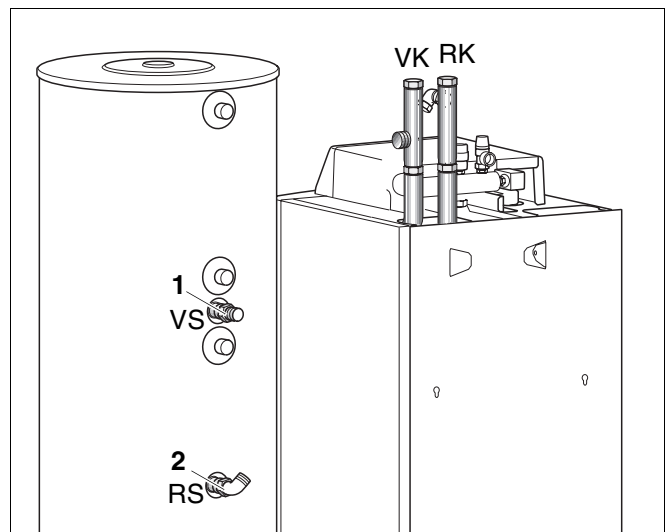

Abb. 7 Verlängerung G 1 x 80 und Winkel G 1 montieren
- Dichtung in die Verlängerung G 1 x 80 (Abb. 7, **Pos. 1**) einlegen und an den Vorlauf des Speichers VS schrauben.
- Dichtung in den Winkel G 1 (Abb. 7, **Pos. 2**) einlegen und an den Speicherrücklauf RS schrauben.
- Winkel G 1 (Abb. 7, **Pos. 2**) 45° nach oben ausrichten (siehe Abb. 7).